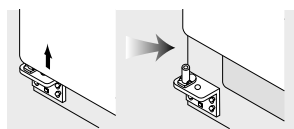

Figura 13
- Tenga cuidado de no dañar el conducto del agua cuando quite la puerta. (Figura 13)